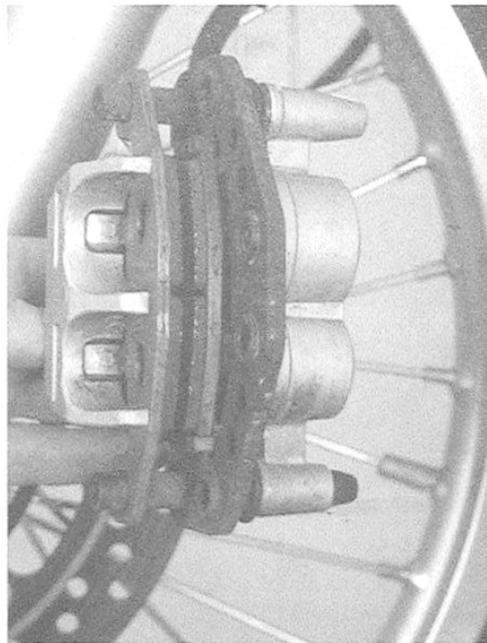

Bild 43a
- Neue Beläge einsetzen und Sattel auf Zapfen zurückschieben. Einbaulage der Beläge siehe Bild 43a.